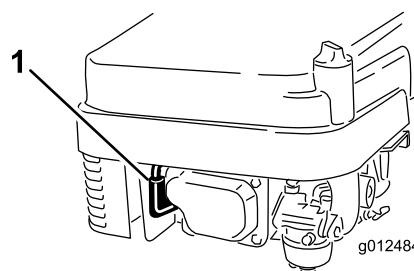

Figura 18
1. Ligue o fio à vela de ignição (Figura 18).